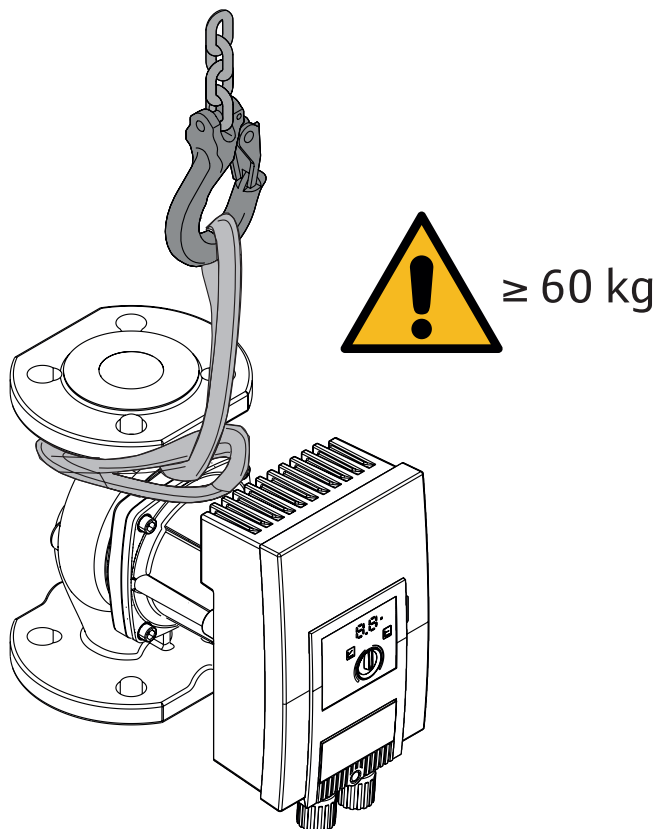

Fig. 3: Transporte
- Transportar ao pegar apenas no motor ou no corpo da bomba → Fig. 3.